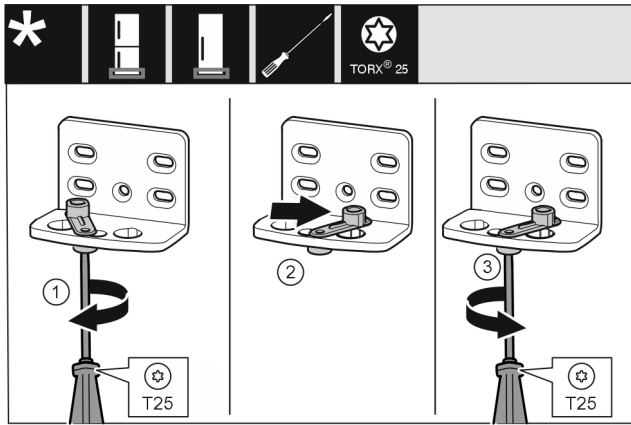

Fig. 44 *
- ▶ Lazán tekerje be a csavart Fig. 44 (1) csavarhúzóval.*
- ▶ Emelje meg az ajtó záródását segítő egységet Fig. 44 (2), és 90°-kal jobbra forgatva tekerje be a furatba.*
- ▶ Húzza meg a csavart Fig. 44 (3) csavarhúzóval.*